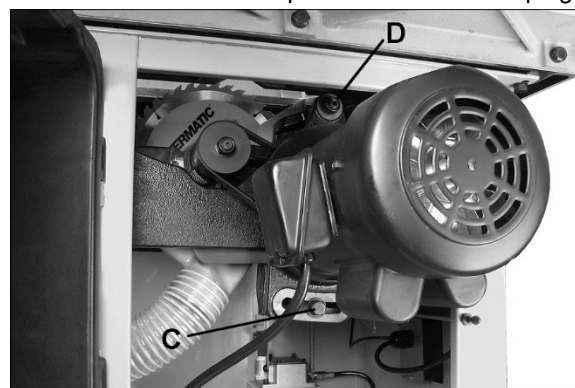

Figura 8-12
Vea la Figura 8-12.
2. Afloje el tornillo (C, Figura 8-12) con una llave de 17 mm.
3. Afloje ligeramente la tuerca (D) con una llave de 1-1/4" (o ajustable).
4. Empuje el motor hacia la derecha y apriete el tornillo (C) para tensar la correa. Vuelva a apretar la tuerca (D). Verifique la tensión apropiada en la correa haciendo fuerza sobre el punto medio entre poleas; la desviación o flecha debe ser de aproximadamente 1/2 pulg.